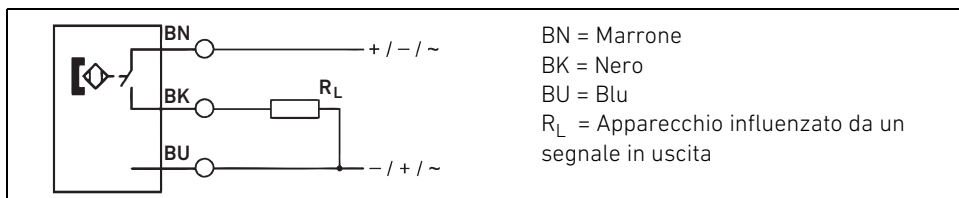

Fig. 8: Collegamento del sensore
5. Collegare i sensori come mostrato nella Fig. 8.
3. Posizionare il sensore nel portasensori e collegarlo come da Fig. 8 a pag. 102.
4. Se necessario regolare la posizione del sensore allentando la vite di fissaggio del portasensori (2). Stringere la vite quando il portasensori si trova nella posizione desiderata.